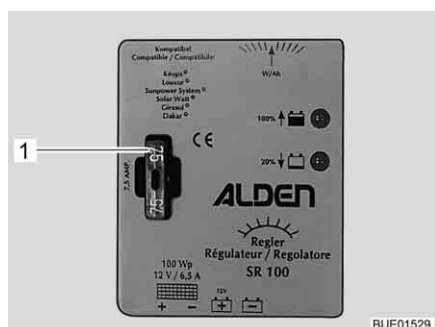

Fig. 174 Fusible pour régulateur de panneau solaire 100 W
- Changer le fusible plat 5 A/brun clair (Fig. 174,1).